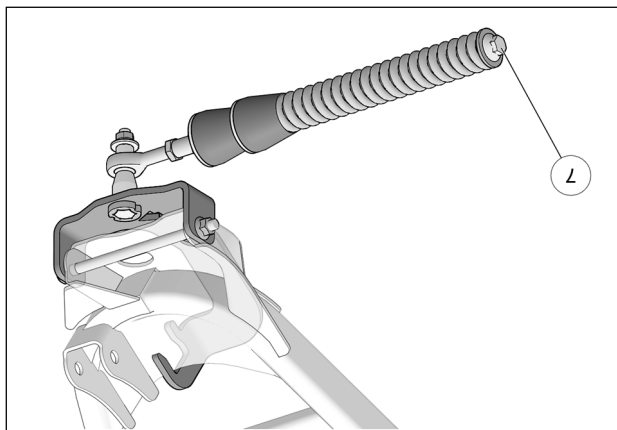

Fig. 12
11. Vérifier que le boulon du ressort (7) est serré au couple recommandé : 75 N•m [55 lb•pi]. Fig. 12